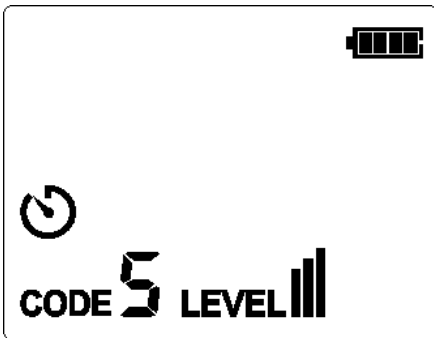

Abbildung 7.2.2a
3. Für die meisten Anwendungen ist die standardmäßige Übertragungsstärke III (Standardcode: 5). Wie in Abbildung 7.2.2a gezeigt, ist die auf der LCD-Anzeige angezeigte Stufe III.